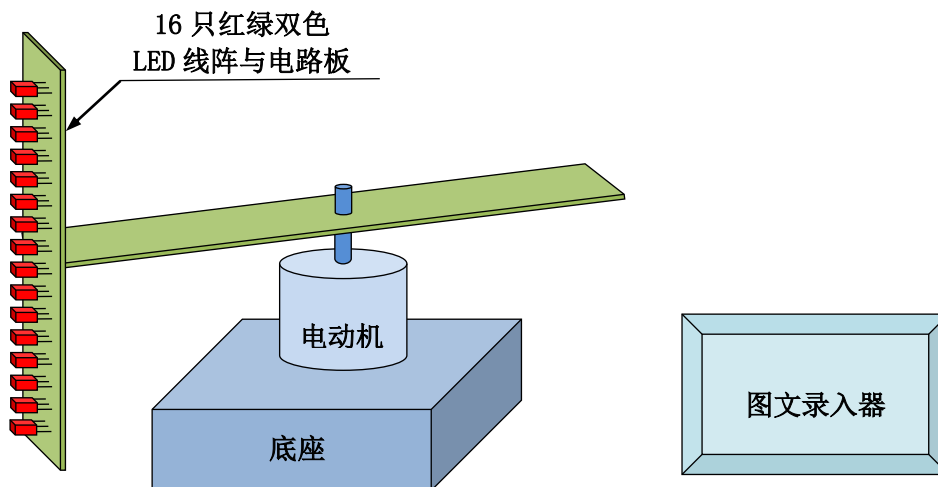
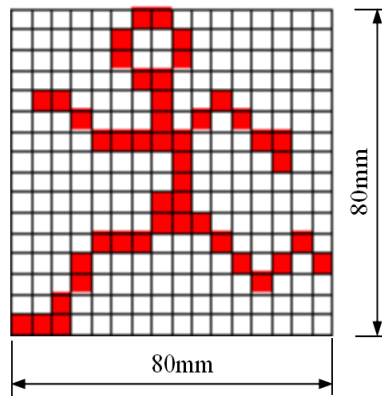

图 1 LED 线阵显示装置结构示意图
图 2. 图文点阵图案卡
设计并制作一个 LED 线阵显示装置，该装置由图文录入器和 16 只红绿双色 LED 构成的线阵显示及转动控制两部分组成，利用视觉暂留现象，在 120 度弧面区域内显示不少于 3 个 16×16 点阵的图形或文字。LED 线阵显示装置结构如图 1 所示。
- (1) 设计制作具有显示与回放功能的图文录入器，5 分钟内录入 3 张如图 2 所示格式的图文卡信息，录入方式不限制，按录入顺序回放显示。
- (2) 将录入的图文信息传输到 LED 线阵显示装置上，按输入顺序在 120 度弧面区域内同时显示（每幅图形之间应留 3 个点阵点的间隔），传输形式不限。
- (3) 按发挥部分 (2) 要求显示内容，使图文在显示的同时实现红色、绿色、橙黄色交替变色显示，变色显示样式不少于 5 种。
- (4) 其他。
电磁炮与环形靶的位置示意如图 1 及图 2 所示。电磁炮放置在定标点处，炮管初始水平方向与中轴线夹角为 0° 、垂直方向仰角为 0° 。环形靶水平放置在地面，靶心位置在与定标点距离 $200\text{cm} \leq d \leq 300\text{cm}$ ，与中心轴线夹角 $\alpha \leq \pm 30^\circ$ 的范围内。
- (1) 环形靶位置参见图 2，用键盘给电磁炮输入环形靶中心与定标点的距离 d 及与中心轴线的偏离角度 α ，一键启动后，电磁炮自动瞄准射击，按击中环形靶环数计分；若脱靶则不计分。
- (2) 在指定范围内任给环形靶（有引导标识，参见说明 2）的位置，一键启动后，电磁炮自动搜寻目标并炮击环形靶，按击中环形靶环数计分，